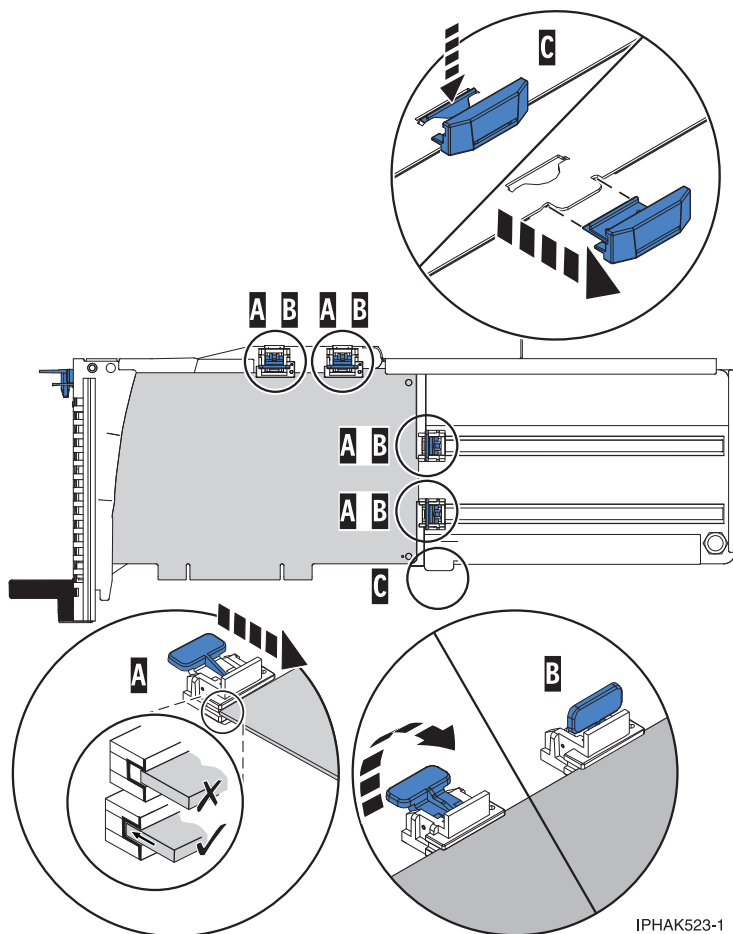

図 42. 所定位置に保持具が付いた PCI アダプター・カセット内の中型 PCI アダプター
- アダプターのスタビライザー (C) を取り外す。66 ページの図 42を参照してください。
- 保持具 (B) をセットして、ロックする。
- アダプター端が保持具すべての溝 (A) に収まっていることを確認する。アダプターの形状またはコネクタの場所がアダプター端が保持具の溝に収まるのを妨げている場合でも、保持具がそれでもアダプター端またはコネクタに対してしっかりとロックされていることを確認します。